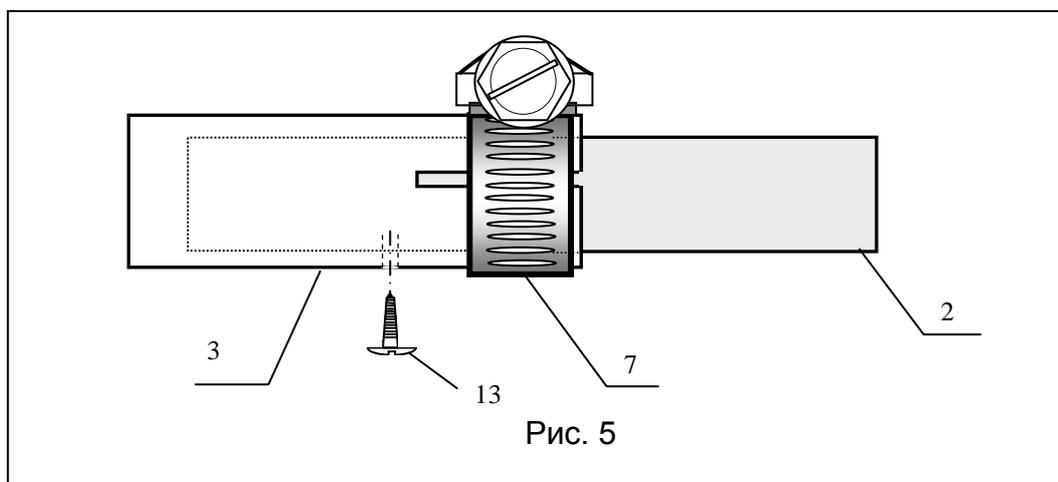

Рис. 5
Каждый из восьми шестов антенны состоит из двух стеклопластиковых трубок. Одна имеет внешний диаметр 23 мм и длину 2 м, другая - диаметр 30 мм и длину 2 м. На одном конце более тонкой трубки имеется утолщение из термоусадочного материала. На конце толстой трубки имеются продольные пропилы. Со стороны этих пропилов вставьте тонкую трубку внутрь толстой на величину размеров термоусадочного утолщения: поворачивая тонкую трубку найдите такое положение, при котором она легче всего войдет в толстую (из-за небольшой овальности), не нарушая соосности обеих трубок (во избежании растрескивания толстой трубки). После этого зафиксируйте две трубки хомутом (7), как показано на рис. 5. При этом расстояние от края хомута до края толстой трубки должно быть около 1-2 мм. Усилие при затягивании хомута можно приблизительно определить следующим образом. Сначала до отказа затягиваете хомут при помощи отвертки, а затем делаете еще один оборот при помощи гаечного ключа на 7. Далее сверлом из комплекта антенны просверлите отверстие диаметром 2,8 мм на расстоянии 10 мм от края хомута, как показано на рис. 5. Отверстие не должно быть сквозным, достаточно просверлить обе трубки с одной стороны. В это отверстие вверните шуруп-саморез (13) из комплекта антенны. Таким же образом соберите все восемь шестов.